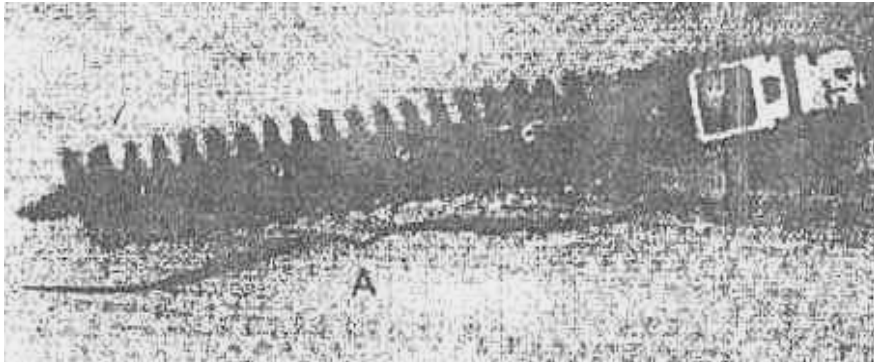

Fig. 3
3.2 Examen du mécanisme du boîtier de commande (fig.3)
NOTA : l'entraînement de la roue 6 par l'axe 5 est assuré par un méplat (détail fig.3)
2. Indiquer par une croix les assemblages rigides non démontables dans l'ordre de montage. Des pièces de la. Partie (fig.3).